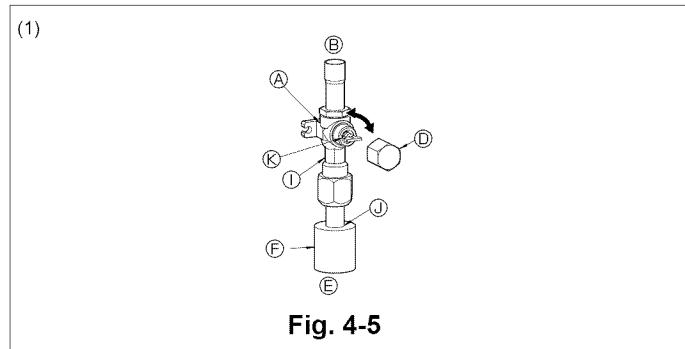
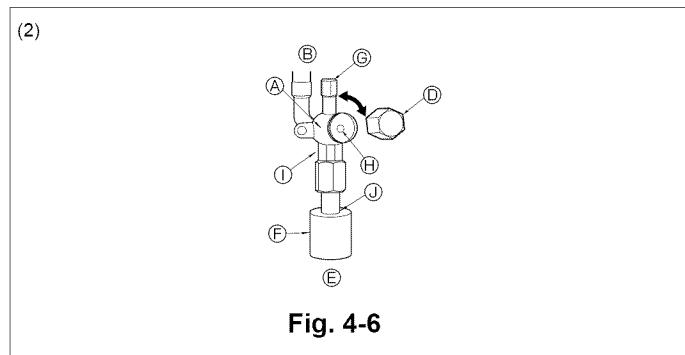

Fig. 4-5
Fig. 4-6
- (1) Côté gaz (Fig. 4-5)
- ① Enlever le capuchon, ramener la poignée vers soi et la tourner d'un quart de tour en sens inverse des aiguilles d'une montre pour ouvrir la vanne.
- ② Vérifier que la vanne d'arrêt est complètement ouverte, appuyer sur la poignée et tourner le capuchon pour le ramener sur sa position d'origine.
- (2) Côté liquide (Fig. 4-6)
- ① Retirez le bouchon, et tournez la tige de soupape à fond dans le sens antihoraire avec une clé hexagonale de 4 mm. Arrêtez de tourner quand elle frappe la retenue. (ø6,35, 1/4 inch: env. 4,5 tours) (ø9,52, 3/8 inch: env. 10 tours)